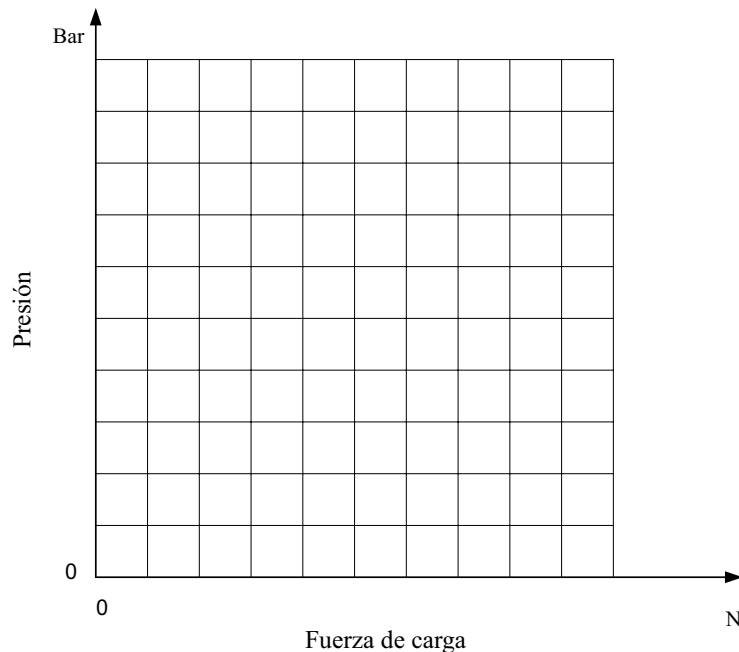

Figura 3.5. Ejes coordenados para la gráfica de P/F
8. Graficar el promedio de la presión necesaria respecto a la fuerza de carga, en los ejes mostrados en la figura 3.5. Rotular una escala adecuada.